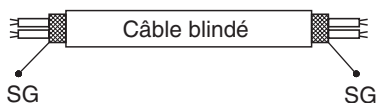

Fig. 4-6
- (5) Utilisez des fils blindés pour le câblage de commande entre unités (C), et mettez à la terre le blindage des deux côtés, sinon des parasites peuvent affecter le fonctionnement. (Fig. 4-6)